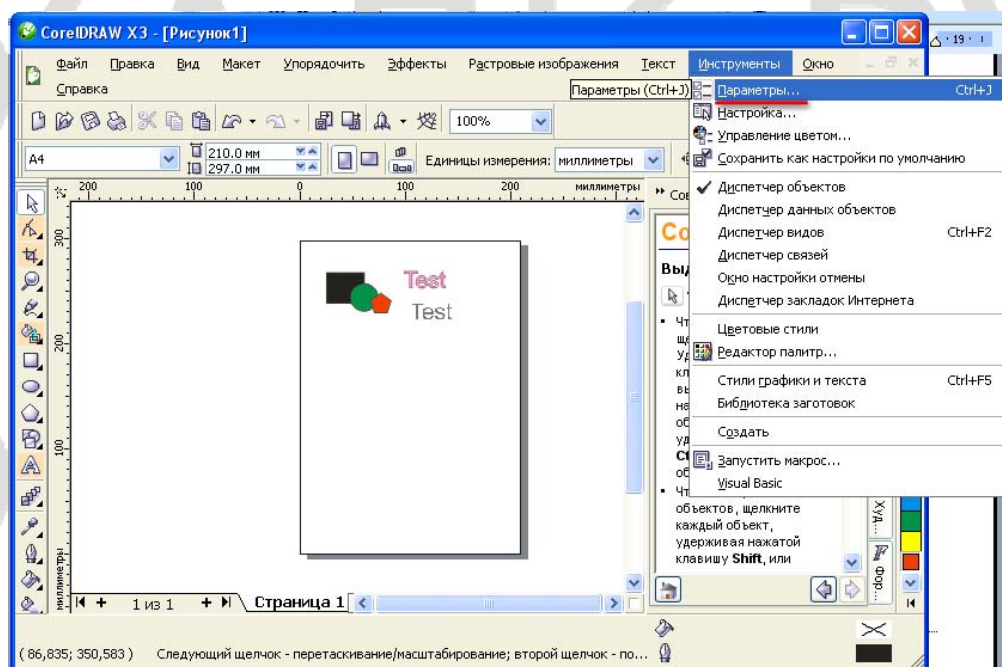

Рис. 5
1. Откройте меню "Параметры". См. Рис. 5.